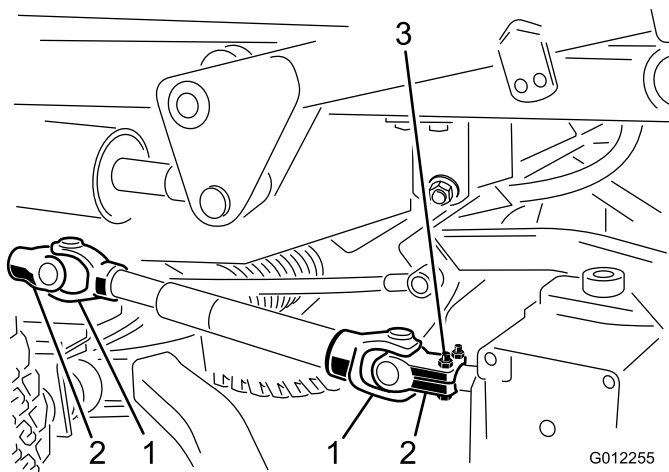

Figura 19
3. Con un taladro, elimine el pasador cilíndrico que sujeta la horquilla del árbol de transmisión al eje primario de la caja de engranajes (Figura 19). Afloje los tornillos de caperuza y las contratueras y retire la horquilla del eje primario. Si la unidad de tracción se va a utilizar sin la unidad de corte, elimine con un punzón el pasador cilíndrico de la horquilla del árbol de la TDF de la unidad de tracción y retire el árbol de transmisión completo de la unidad de tracción.